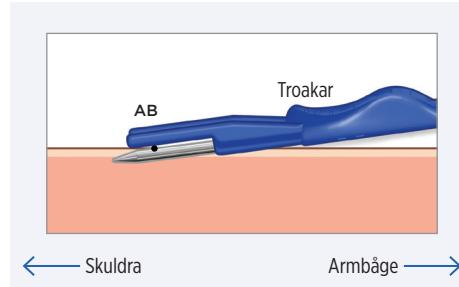

Bild 3
- 3.** När spetsen på insättningsskydden ligger an mot huden och den trubbiga troakaren vid det subkutana området, minskas vinkeln för ingång i huden till ca 5-10 grader (bild 3). Säkerställ att fingrarna inte ligger under metallstaven eller verktygets plastdelar, eftersom det kan ge en större vinkling.
- 4.** Flytta den trubbiga troakaren mot skuldran, med bibehållen hudkontakt med applikatorns metall- och plastdelar för att säkerställa lägsta möjliga vinkel av fickan i huden (bild 3).